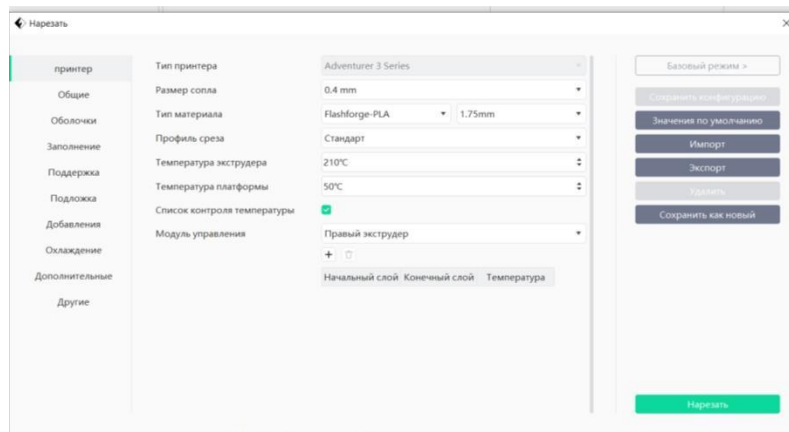

Рис.10. Меню «Нарезка модели»
6. Нажать на кнопку «Начать нарезку», появится меню «Нарезка модели» (рис.10).